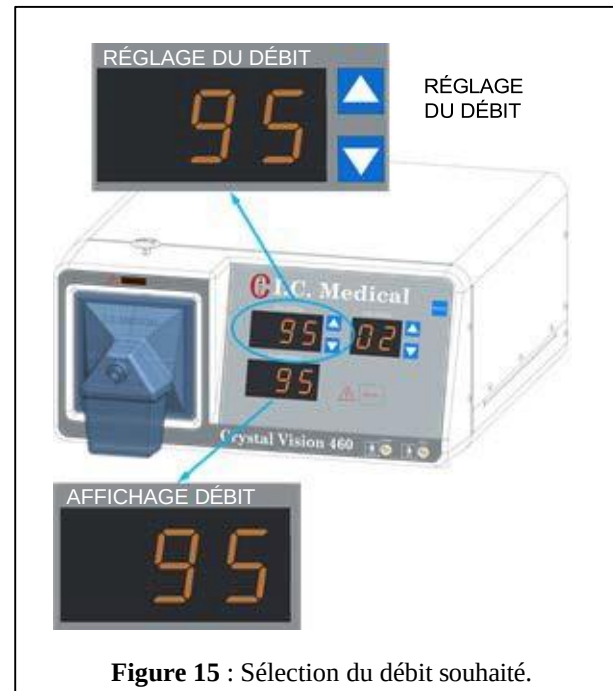

Figure 15 : Sélection du débit souhaité.
6. Les boutons de RÉGLAGE DU DÉBIT (Figure 15) définissent le débit maximum souhaité par le chirurgien. Cette valeur est indiquée sur l'écran RÉGLAGE DU DÉBIT.
7. L'AFFICHAGE DÉBIT (Figure 15) enregistre la quantité de gaz et de vapeur qui s'écoule actuellement. Cette valeur doit être égale à zéro lorsque la pompe à vide n'est pas allumée.